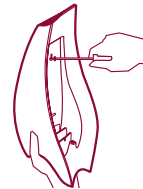

図5
- アンカーを壁に挿入し、ネジで充電台を固定させます。（図5）